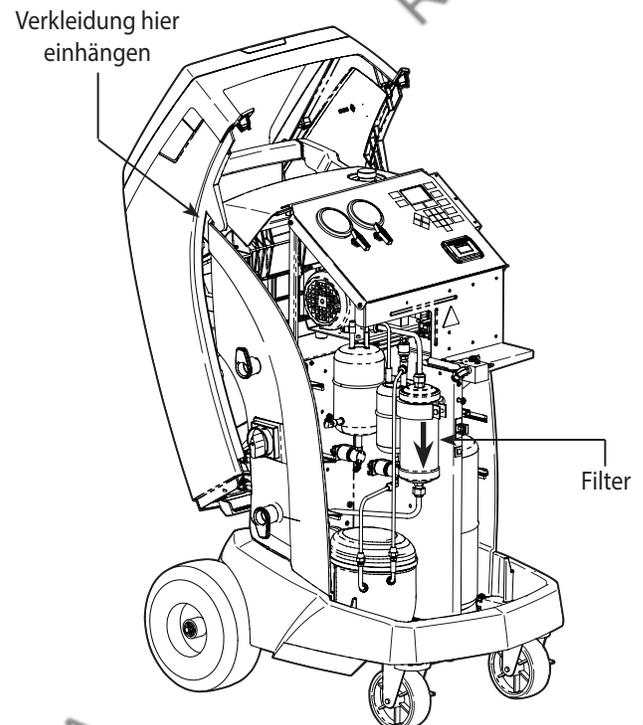

Abbildung 12
3. Klappen Sie die Verkleidung nach hinten und hängen Sie sie an die Rückseite des Gerätes ein (siehe Abbildung 12).